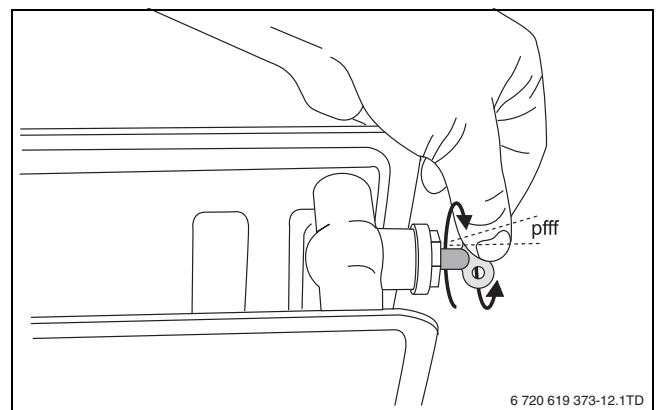

Bild 61 Heizungsanlage entlüften
- Heizungsanlage über die Entlüftungsventile an den Heizkörpern entlüften. Hierbei im untersten Stockwerk des Gebäudes beginnen und dies anschließend jeweils ein Stockwerk höher fortsetzen (→ Bild 61).